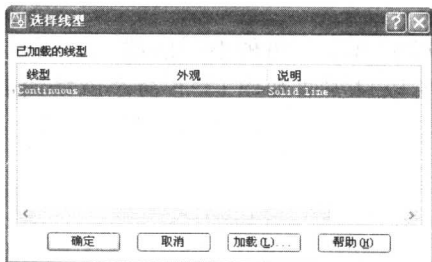

图 2-5 选择线型
(4) 单击“中心线”层对应的“线型”项, 打开“选择线型”对话框, 如图 2-5 所示。